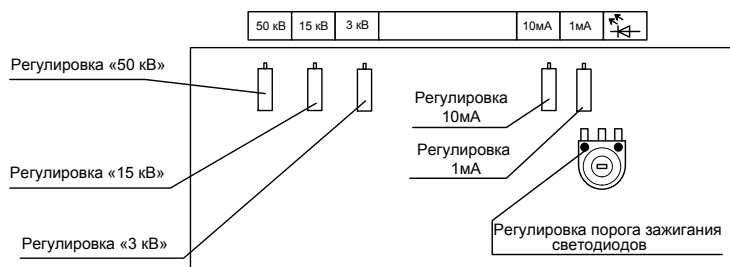
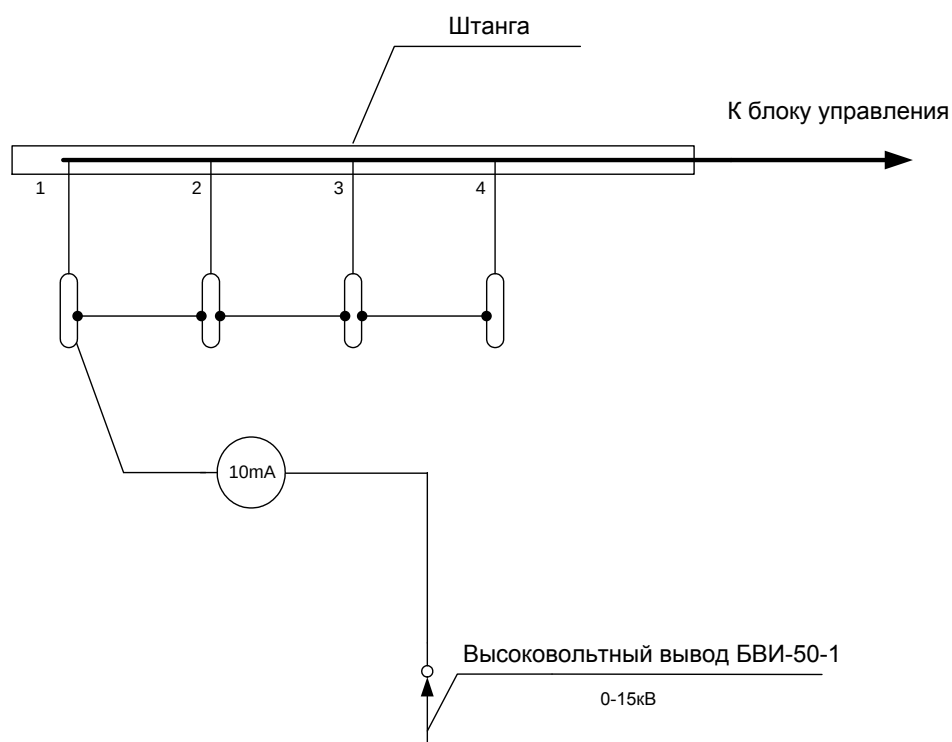

Рис. 2. Схема размещения регулировочных резисторов на плате A2 (Узел управления 2) блока управления.
Рис.3. Схема подключения блока БВИ-50-1 при регулировке порога зажигания светодиодов
- Отрегулировать показания киловольтметра стенда регулировочным резистором **«3кВ»**, расположенным на плате А2 блока управления (см. рис.2). Плата закреплена на правой боковине блока управления.
- Отрегулировать показания киловольтметра стенда регулировочным резистором **«15кВ»**, расположенным на плате А2 блока управления (см. рис.2). Плата закреплена на правой боковине блока управления.
- Включить сектор стенда - «50кВ» и установить желаемое напряжение, контролируя его значение **по образцовому киловольтметру**. При необходимости отрегулировать показания киловольтметра стенда регулировочным резистором **«50 кВ»**, расположенным на плате А2 блока управления (см. рис.2). Плата закреплена на правой боковине блока управления.
- Установить необходимое значение выходного тока **по образцовому миллиамперметру** в пределах 0 – 1 мА. **При нажатой кнопке** произвести регулировку миллиамперметра стенда регулировочным резистором **«1мА»**, расположенным на плате А2 (см. рис.2). Плата закреплена на правой боковине блока управления.
- Установить необходимое значение выходного тока **по образцовому миллиамперметру** в пределах 0 – 10 мА. При необходимости произвести регулировку миллиамперметра стенда регулировочным резистором **«10мА»**, расположенным на плате А2 (см. рис.2). Плата закреплена на правой боковине блока управления.
- Собрать схему, изображенную на рис. 3. Переключателем «Ток утечки» включить любой из каналов «1» - «4». Включить сектор «15кВ». Установить выходной ток **6,0 мА**. Резистором, расположенным на плате А2 (см. рис.2) отрегулировать порог зажигания светодиода включенного канала.